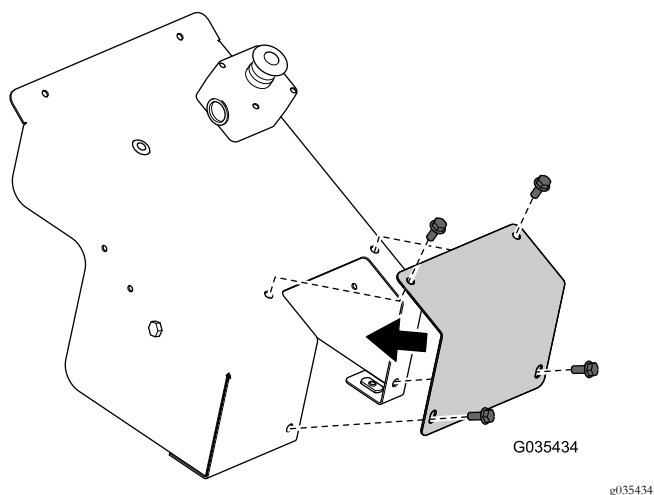

Bild 21
12. Befestigen Sie die vorher entfernte Abdeckung für die manuelle Übersteuerung mit den entsprechenden Befestigungen an der Abdeckung (Bild 21).